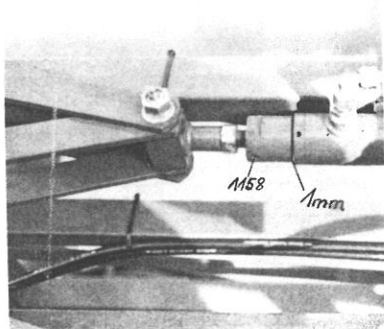

Bild 35
4. Ställ in anslagsbussningen (1154 - 1156) så, att det endast är ca 1mm luft mellan bussning och cylinder i infällt läge. Säkra anslagsbussningen med skruv (1158) bild 35.